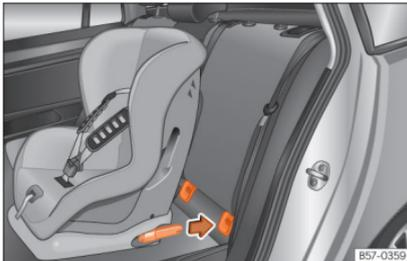

Abb. 27 Rücksitze: Einbau des Kindersitzes mit dem ISOFIX-System.
- Stecken Sie den Kindersitz auf die „ISO-FIX/iSize“-Halteösen, bis der Kindersitz hörbar einrastet »» **Abb. 27**. Wenn der Kindersitz über eine Top Tether* Befestigung verfügt, befestigen Sie ihn an der entsprechenden Öse »» **Seite 40**. Befolgen Sie die Anweisungen des Kindersitzherstellers.